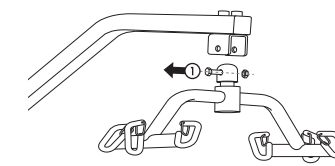

fig. 8
- Retire el tornillo de la parte superior de la araña [1] [fig. 8].